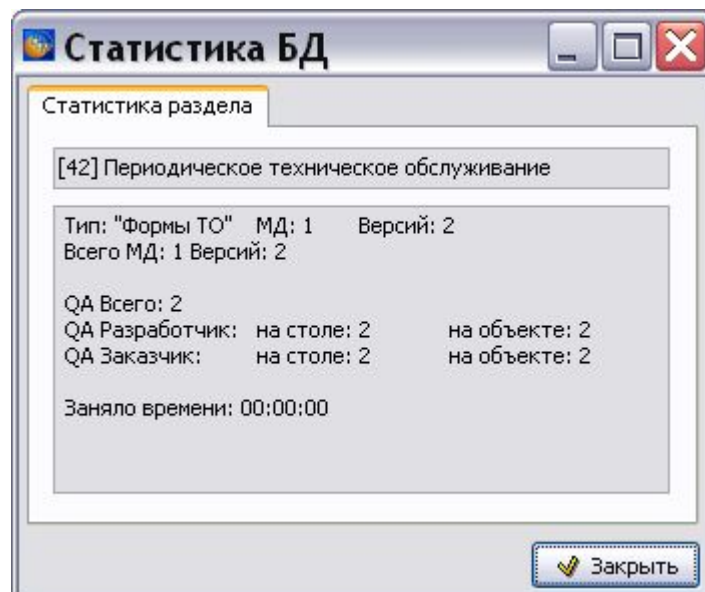

Рис. 8.1
3. В контекстном меню раздела выберите пункт **Статистика**. В окне **Статистика БД** отобразится количество и типы модулей данных, входящих в раздел, и данные по контролю качества (Рис. 8.1).